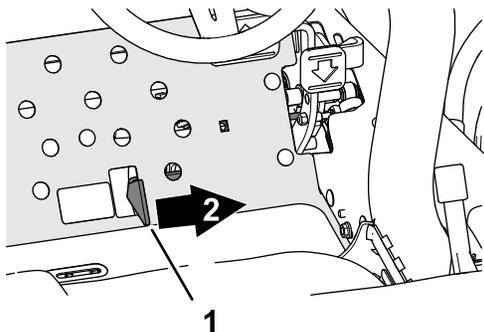

Рисунок 37
- Нажмите на переключатель привода режущего блока, чтобы установить его в положение Включить (Рисунок 37).
- Нажмите рычаг управления опусканием для скашивания / подъемом (Рисунок 37)